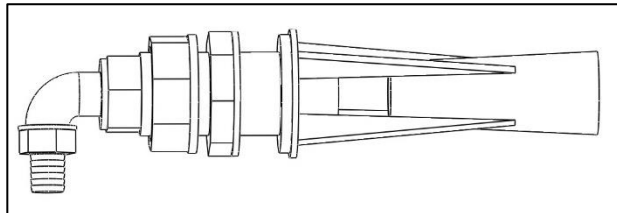

Рис.8 Гидромешалка
4.3 Гидромешалка (рис.8) служит для поддержания равномерной концентрации рабочего раствора в баке. Гидравлическая мешалка включает трубу, эжекторное устройство, сопло, прокладки и элементы крепления. Для перемешивания (приготовления) рабочих растворов вся жидкость направляется насосом обратно в бак, для чего необходимо перекрыть секции ручками на распределителе. В рабочем положении раствор дополнительно перемешивается за счет слива в бак излишков жидкости.